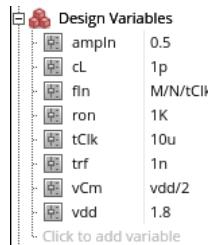

图 45 Design Variables 设置
1. 在 ADE Explorer 界面中，鼠标右键单击 Design Variables，在右键菜单中选择 Copy From CellView，发现 Design Variables 中已经自动添加了 vdd、tClk、trf、ron、ampIn、fIn、vCm、cL 等变量。如图 45 所示，为各变量赋值。
2. 鼠标左键单击图 45 中的 click to add variable，在弹出的对话框中，在 Name 属性栏输入 N，在 Value 属性栏输入 256，点击 Add 按钮。再在 Name 属性栏输入 M，在 Value 属性栏输入 3，点击 Add 按钮。此时注意到图 45 中的变量列表中已经添加了变量 N 和 M。